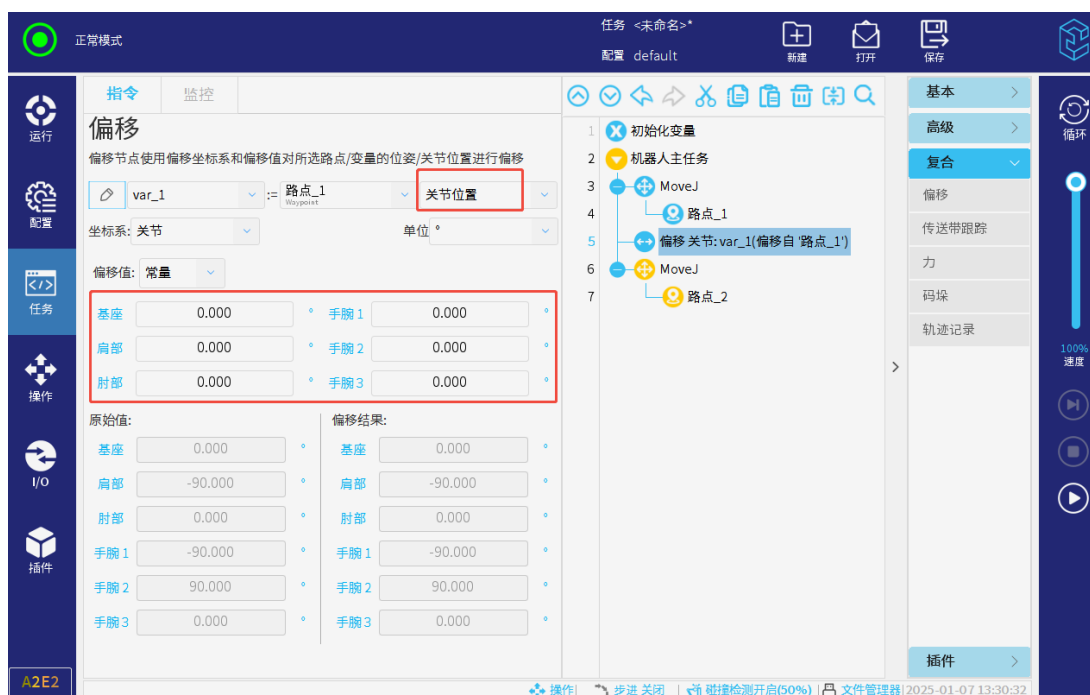

图 3-138: 关节角偏移
- 关节角偏移模式（见图 3-138）下，同单位的原始数据与偏移值直接相加即可得到新的关节角数据。